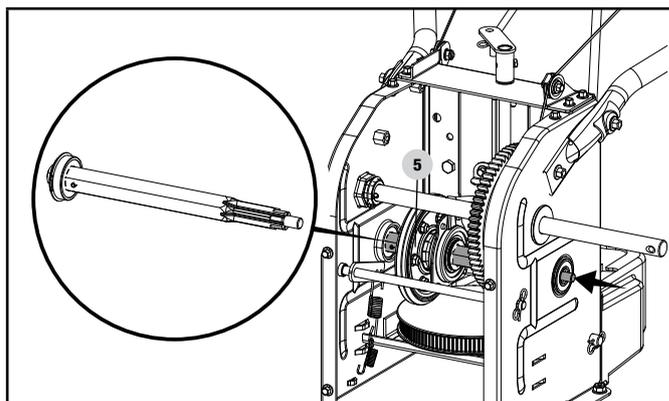

Figure 50
5. Positionnez prudemment l'arbre hexagonal vers le bas et la gauche avant d'enlever l'assemblage du disque d'embrayage (5) de l'arbre en le faisant glisser prudemment. (figure 50)